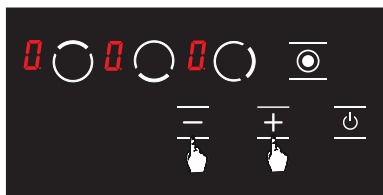

Рисунок 12
2. Установите температуру всех конфорок на **0**, используя кнопки **+** и **-**. (См. Рисунок 12) Варочная панель автоматически отключится через 20 секунд.